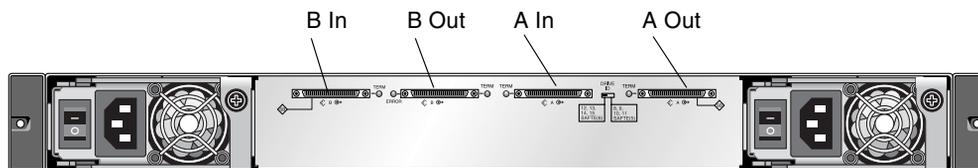

図 4-7 Sun StorEdge 3120 SCSI アレイのポート名
1. シングルバス構成として JBOD ユニットの構成するには、図 4-7 に示すように、SB アイコンでラベル付けされた SCSI ポート、B In ポートおよび A Out ポート間に SCSI ジャンパケーブルを接続します。確実に接続され、操作できるように、ケーブルジャックのネジを時計回りに 6 回完全に回して締め付けます。